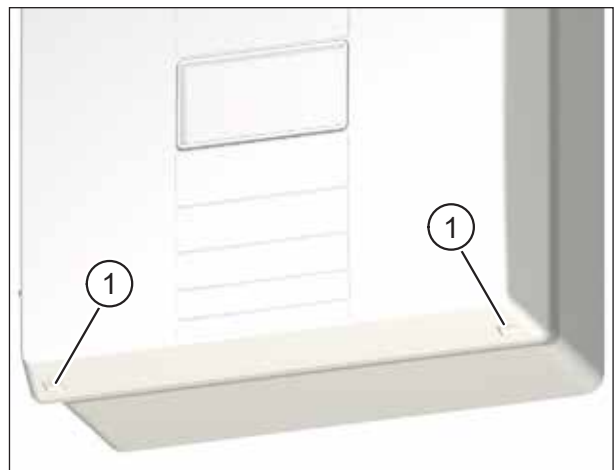

Abb. 19: Gerätedeckel vom Lüftungsgerät abnehmen
- ▶ Drücken Sie mit beiden Daumen auf die beiden Rasthaken (Pos. 1 in Abb. 19) an der Unterseite des Lüftungsgerätes. Der Gerätedeckel löst sich.